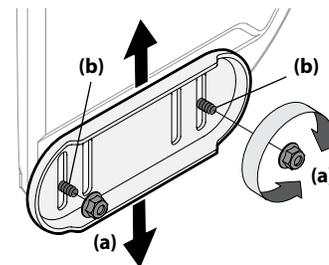

Figure 2-49
1. Desserrez les quatre écrous (a), deux de chaque côté et les boulons de carrosserie (b). Placez les patins à la position désirée. Voir Figure 2-49.
NOTE Les patins de votre souffleuse à neige peuvent être différents (et avoir une quincaillerie différente) de ceux illustrés sur la Figure 2-49.
Ajustez les patins selon les conditions de la surface à déneiger. Redressez-les si la neige est tassée et abaissez-les pour travailler sur des surfaces recouvertes de gravier ou de roches. Consultez les instructions Ajustements à la page 13, Figure 2-49.